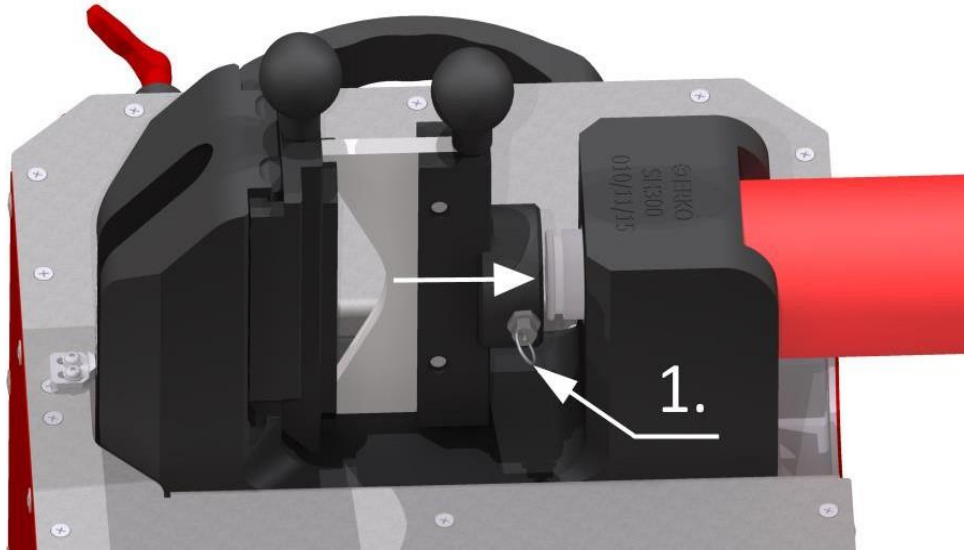

Рис. 13. Фіксація різальної вставки.
4. Витягніть фіксуючий штифт (Рис. 13, Поз. 1) вставки з ріжучим ножом і просуньте на поршень до повного захоплення штифта.